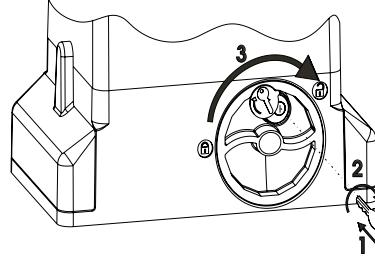

Рис. 21
- 1) Вставить ключ и повернуть по часовой стрелке, как показано на рис.21 пункты 1 и 2.
- 2) Повернуть расцепляющую систему по часовой стрелке до механизма стопора, рис. 21 пункт 3.